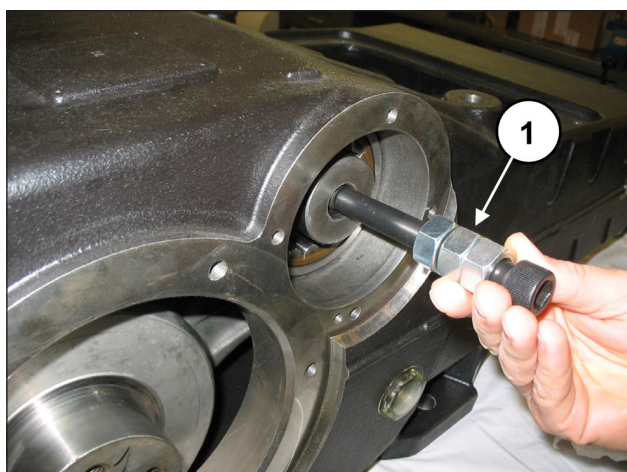

图 56
为方便动力输出轴完全插入轴承内，可使用M16螺丝，将之安装在要插入的轴端，以保持该轴抬起（位置①，图 56）。